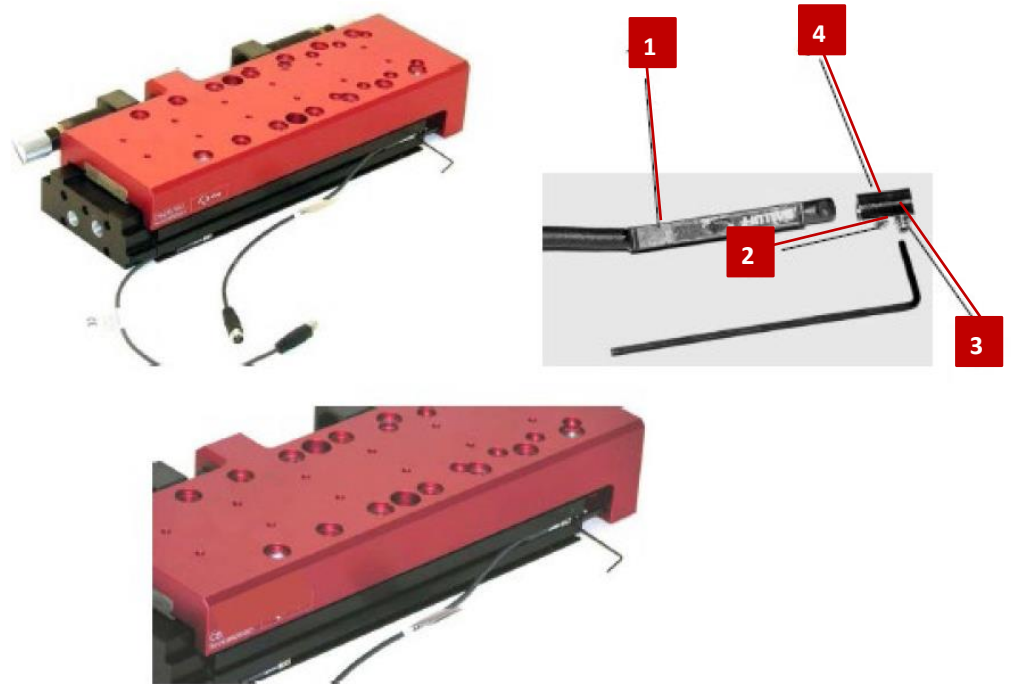

Fig. 14 Installation et réglage du chariot compact
1. Insérez le détecteur de proximité (Fig. 14, 1) avec pièce de fixation monté dans la rainure en C.
2. Fixez le détecteur de proximité dans la rainure en C à l'aide des vis de fixation de la pièce de fixation (Fig. 14, 3).